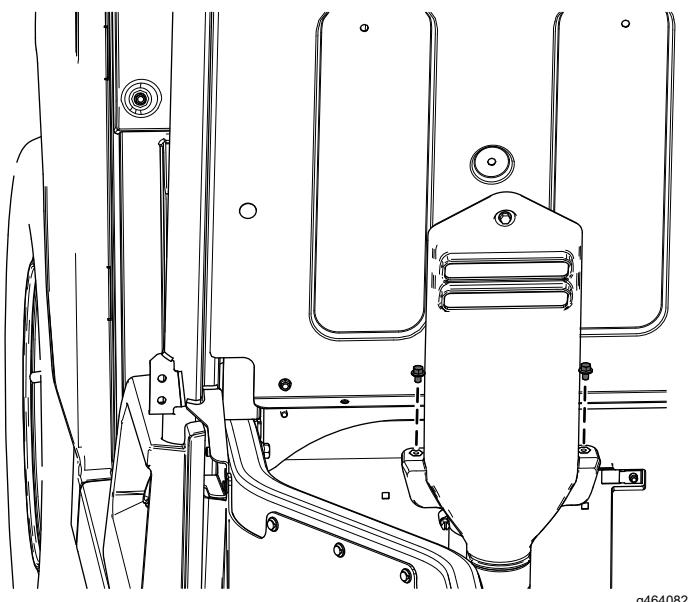

Figure 23
A. Retirez les 2 boulons à embase ( $\frac{1}{4}$ " x  $\frac{3}{8}$ ") du capot d'admission de CVT (Figure 23).